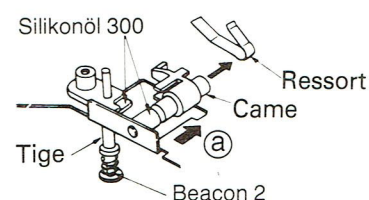

Fig. 11
- Pousser la came dans le sens de la flèche (a) (Fig. 11)